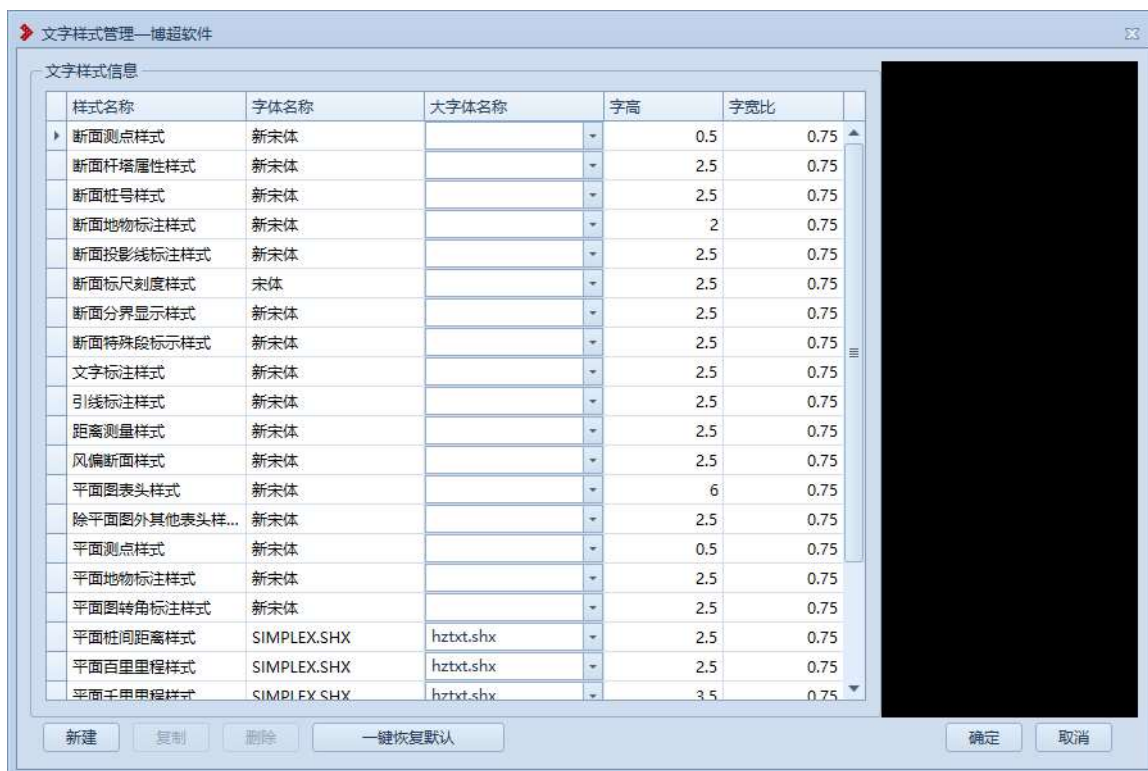

图 7.2- 66 文字样式管理
**文字样式管理**：文字样式管理主要设置通用文字样式，包括文字的字体、字高、高宽比等基本信息。点击按钮，弹出界面如图 7.2- 66 所示：